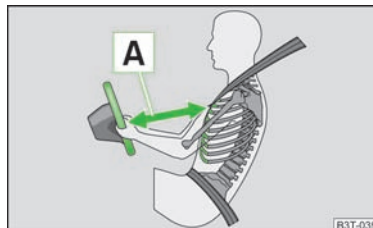

Abb. 99
- Für den Fahrer und Beifahrer ist es wichtig, einen Abstand von mindestens 25 cm zum Lenkrad bzw. zur Schalttafel einzuhalten » **Abb. 99 [A]**. Wenn Sie den Mindestabstand nicht einhalten, kann Sie das Airbag-System nicht schützen - Lebensgefahr! Außerdem müssen die Vordersitze und die Kopfstützen immer der Körpergröße entsprechend richtig eingestellt sein.